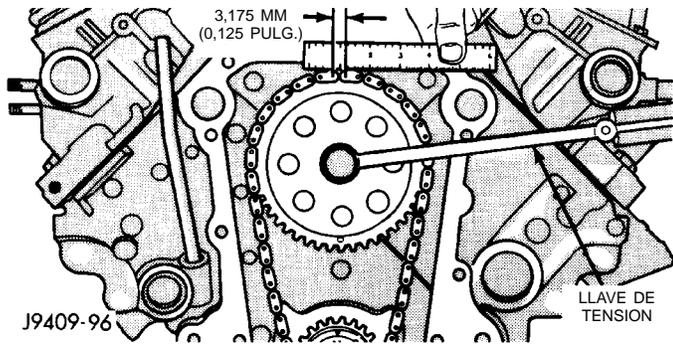

Fig. 5 Medición de desgaste y tirantez de la cadena de distribución
(1) Coloque una escala junto a la cadena de distribución para poder medir cualquier movimiento de la cadena.
(2) Coloque una llave de tensión y un casquillo de acoplamiento sobre el perno de instalación de la rueda dentada del árbol de levas. Aplique torsión en la dirección de rotación del cigüeñal para reducir el aflojamiento. La torsión deberá ser de 41 N·m (30 lbs. pie) si la culata de cilindros está instalada o de 20 N·m (15 lbs. pie) si ésta se ha retirado. Cuando se aplica torsión al perno de la rueda dentada del árbol de levas, no debe permitirse que se mueva el cigüeñal. Puede ser necesario bloquearlo para evitar su rotación.
(3) Utilice una escala con lectura dimensional a nivel con el borde de un eslabón de cadena. Cuando las culatas de cilindros están instaladas, apriete con una torsión de 14 N·m (30 lbs. pie) en la dirección inversa. Si se hubieran retirado las culatas de cilindros, apriete con una torsión de 20 N·m (15 lbs. pie) en la dirección inversa. Observe el movimiento de la cadena (Fig. 5).
(4) Si el movimiento es superior a 3,175 mm (1/8 pulg.), instale una cadena de distribución nueva.
(5) Si la cadena no es satisfactoria, retire el perno de sujeción de la rueda dentada del árbol de levas y